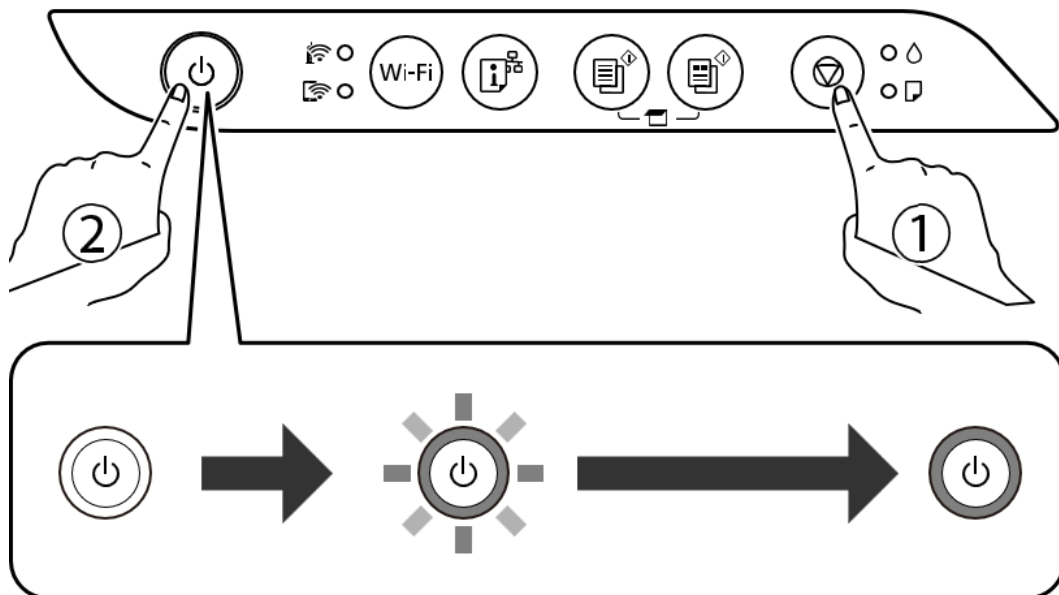

Рисунок 2.22 – Запуск друку шаблону перевірки сопел
- утримуючи кнопку позначену цифрою 6 на рисунку 1.8 (цифра 1 на рисунку 2.22) декілька секунд (близько 5 с), увімкнути принтер кнопкою позначеною 2 на рисунку 2.22 та відпустити її, коли почне блимати індикатор живлення (рисунок 2.22). Перед початком очищення друку шаблону перевірки сопел може пройти деякий час;